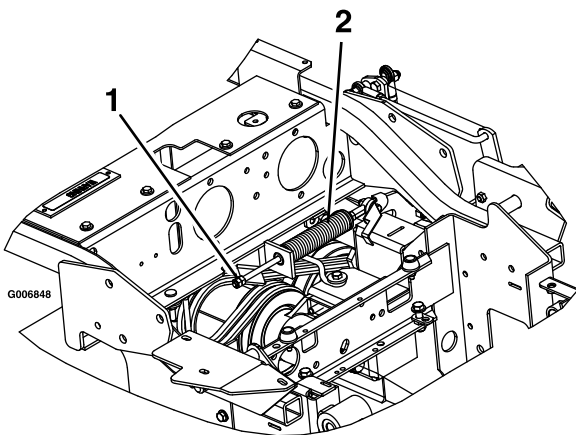

Figura 59
3. Localice el muelle del freno y desenrosque las dos contratuercas hasta el extremo de la varilla del muelle del freno (Figura 59).